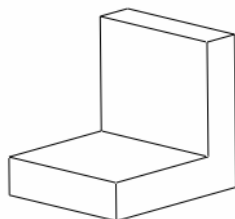

图 12-2
- (1) 单击菜单【文件】 【打开】命令。
- (2) 打开配书光盘中的“openexe12.prt”模型文件，如图 12-2 所示。